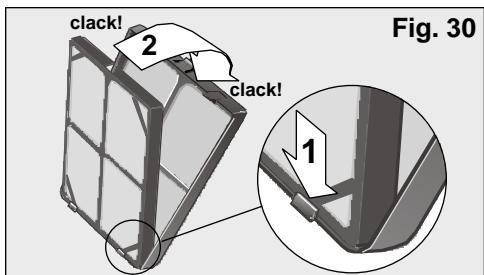

Fig. 30
- Introduzir o filtro purificador duplo activo + posicionador no filtro base, tal como se mostra na Fig. 30, tomando em consideração que em primeiro lugar deverá encaixá-lo nas patilhas inferiores.